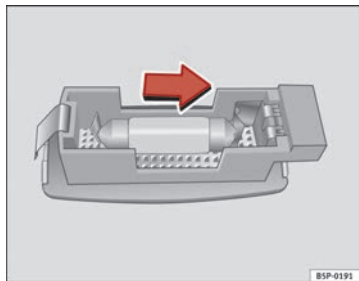

Abb. 201 Ausbau der Leuchte in der Sonnenblende
- Hebeln Sie das Lampenglas mit einem Schraubendreher vorsichtig an der Vertiefung heraus, wie dies im Bild gezeigt wird ⇒ Abb. 201.
- Nehmen Sie die Glühlampe in Pfeilrichtung heraus ⇒ Abb. 201. ■